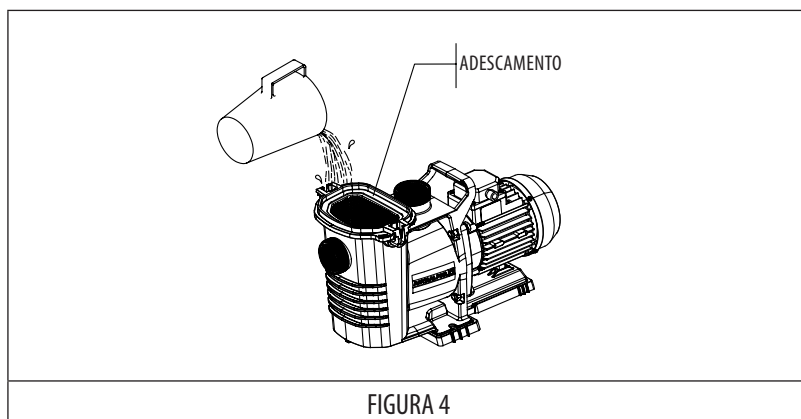

FIGURA 4
- La pompa è autoadescante, è obbligatorio riempire d'acqua il prefiltro prima di metterla in funzione per la prima volta al fine di facilitare la procedura (FIGURA 4).